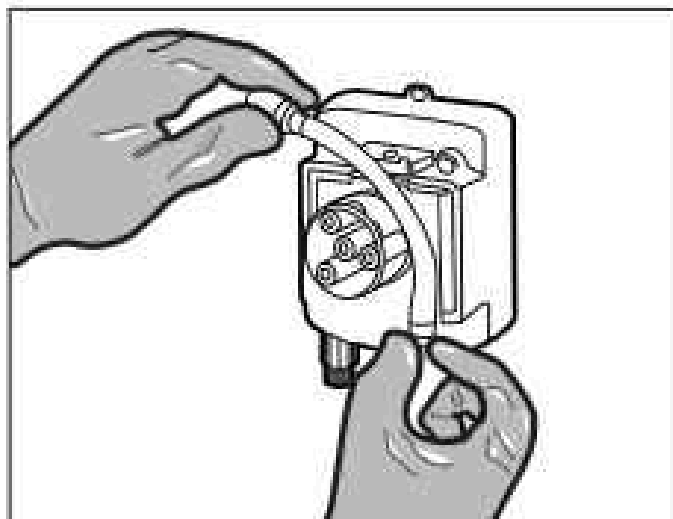

Figura 20. Instale un nuevo tubo
1. Para instalar un nuevo tubo, inserte un acople en la ranura, tire del tubo alrededor del centro del ensamblaje de rodillos e inserte el segundo acople en la otra ranura. Consulte la Figura 20.